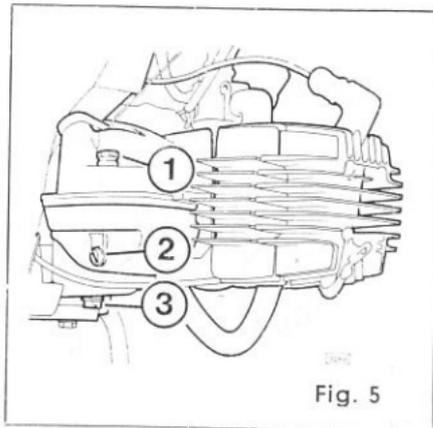

Fig. 5
a) Ausführung mit Ölstandschaube (Fig. 5, 6 und 7)
Bei horizontaler Stellung des Fahrzeuges, also in Normallage, soll der Ölstand im Getriebe bis zur Unterkante der Ölkontrollschraube (Fig. 5/2, 6/2 oder 7/2) reichen. Unterschreitet der Ölstand diese Sollmarke, ist die Öleinfüllschraube (Fig. 5/1, 6/1 oder 7/1) zu entfernen und Öl (Viskosität siehe TECHNISCHE DATEN) so lange nachzufüllen, bis an der Ölkontrollöffnung Öl austritt. Die Ölkontrollschraube soll erst dann wieder eingeschraubt werden, wenn kein Öl mehr ausfließt.
Einfüllschraube entfernen (Fig. 5/1, 6/1, 7/1 oder 8/1),
Ablaßschraube entfernen (Fig. 5/3, 6/3, 7/3 oder 8/2),
Ölkontrollschraube (Fig. 5/2, 6/2 oder 7/2) ausschrauben (Ausf. mit Kontrollschraube),